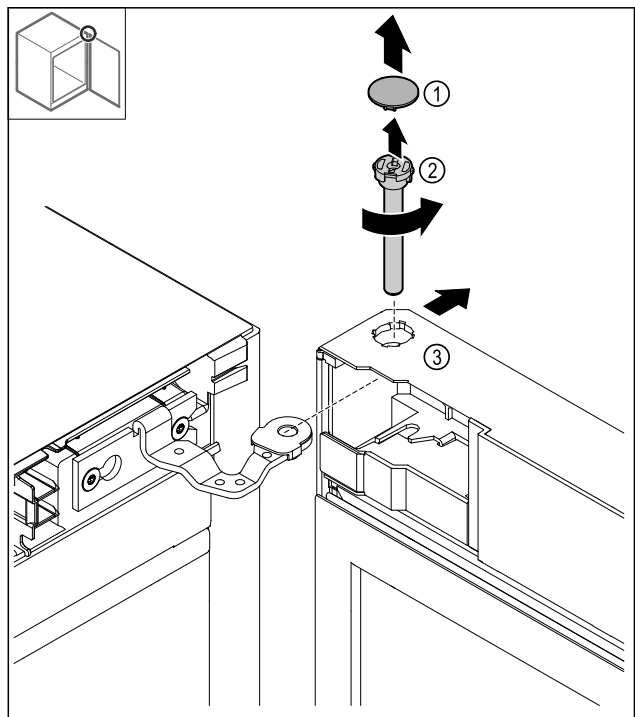

Fig. 18
- ▶ Зніміть накладку Fig. 18 (1).
- ▶ Відкрутіть палець Fig. 18 (2) проти годинникової стрілки й витягніть його.
- ▶ Злегка нахиліть дверцята Fig. 18 (3).